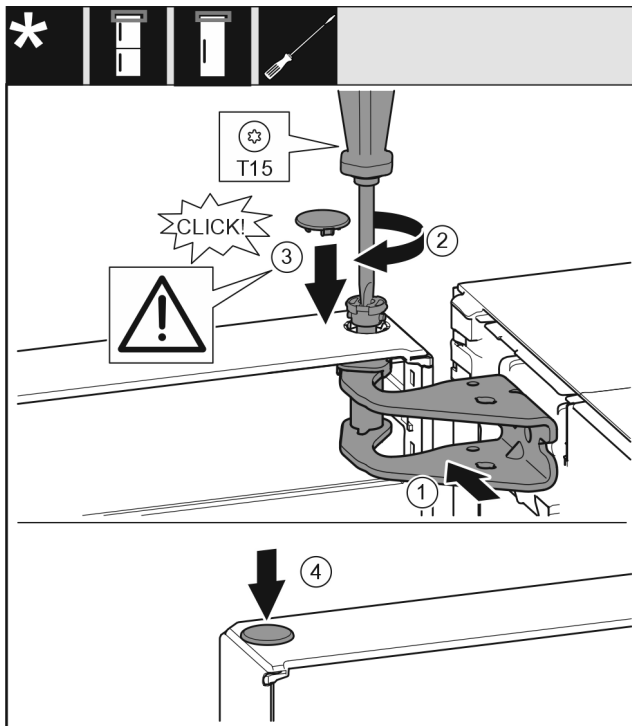

Fig. 20
- ▶ Allineare la porta superiore all'apertura nella staffa di supporto Fig. 20 (1).
- ▶ Inserire i perni Fig. 20 (2) e stringerli con un cacciavite.
- ▶ Inserire la copertura Fig. 20 (3).
- ▶ Controllare che la copertura Fig. 20 (3) poggi sulla porta.
- ▶ Inserire la copertura Fig. 20 (4).